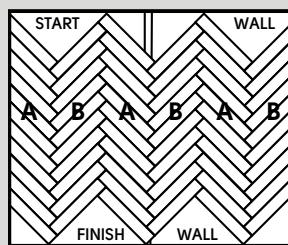

Fig. 8
- Leg de rest van de B-planken. Doe hetzelfde aan de andere kant van de rij van originele B-planken met de A-planken. Voltooii het leggen met behulp van dezelfde methode terwijl u de afstandshouders op hun plek laat zitten en de rechte hoeken van het patroon aanhoudt (Fig. 8).